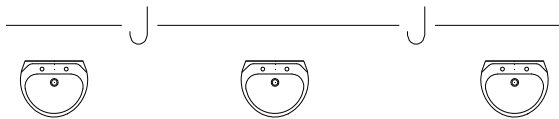

图 2-84 打开管连洁具素材
① 按 Ctrl+O 组合键，打开配套光盘提供的“第 2 章/ 2.3.5 管连洁具.dwg”素材文件，结果如图 2-84 所示。
② 输入 GLJJ 命令按回车键，命令行提示如下：